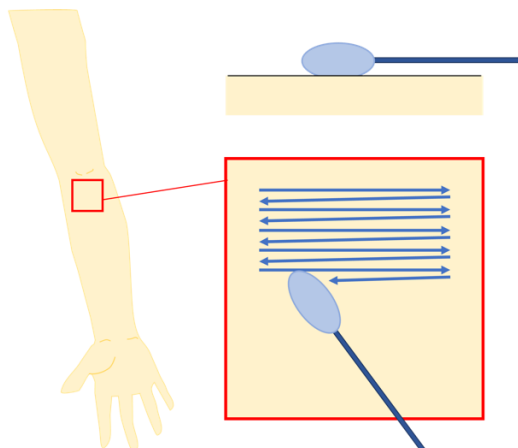

図 1. スワブを用いたマイクロバイオーーム採取例
3. 皮膚表面と柄が平行になるように持ち、表面全体をしっかりと擦るように 10-50 往復（例えば、2 cm×2 cm の範囲を片面 20 回ずつで計 40 回往復する等を参考として決定）、約 30 秒かけて拭い皮膚からマイクロバイオーームを採取する（図 1）。対象とする面積等は実験に応じて予め定めておく方が望ましい。